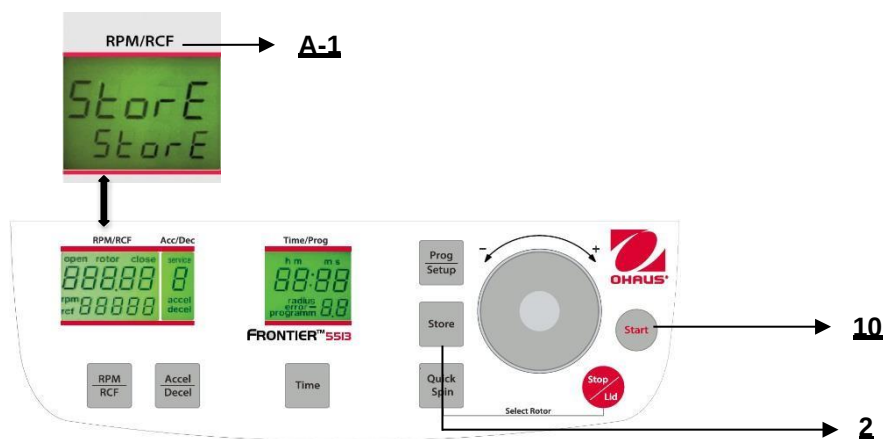

Abbildung. 28
Während die Zentrifuge ausgeschaltet ist, drücken Sie gleichzeitig die Tasten **"Time"**(7) und **"Stop/Lid"** (9) und schalten Sie die Zentrifuge am Hauptschalter ein. Lassen Sie nun beide Tasten los und als ein Ergebnis hiervon wird ein Anzeigetest von ungefähr 5 Sekunden durchgeführt. Alle Indikatoren werden gleichzeitig erscheinen (siehe Abbildung 28).